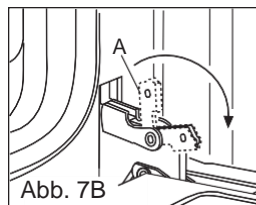

Abb. 7B
- 2) klappen Sie die Haken „A“ der Scharniere nach außen (siehe Abb. 7B).